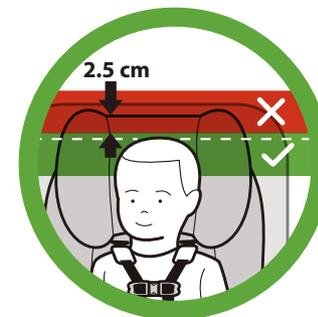

Figure 1
- Le haut de la tête de l'enfant doit être au moins 2.5 cm (1 po) sous la partie supérieure de l'appui-tête du siège d'auto, tel qu'illustré dans la **Figure 1**. Si le haut de la tête de l'enfant est à moins de 2.5 cm (1 po) sous la partie supérieure de l'appui-tête dans sa position la plus haute, votre enfant est trop grand pour utiliser ce siège d'auto en mode orientation vers l'arrière et devra l'utiliser en mode d'installation orienté vers l'avant.